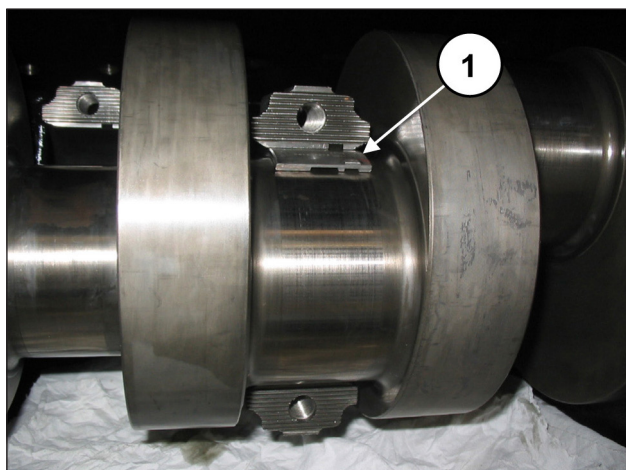

Abb. 56
Setzen Sie die oberen Lagerschalen zwischen Pleuelstange und Welle ein (Pos. ①, Abb. 56).